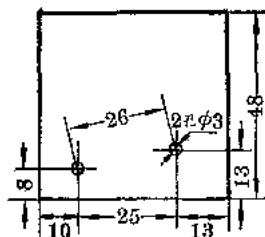

图 3
2. 把三夹板(或有机玻璃片)用钢丝锯锯成如图 3 尺寸, 并如图示位置钻好两孔(注意两孔与刀片两孔能重合), 然后把木板边沿用砂皮砂光滑, 做一式两块, 为了叙述方便, 暂定名为 a 板、 b 板两块。